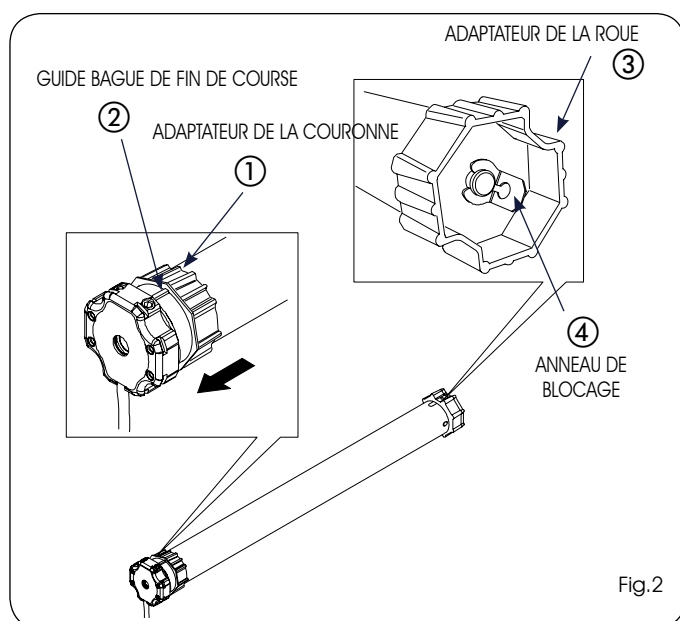

Fig.2
1) Insérer l'adaptateur de la couronne (Fig.2 réf.①) dans le moteur tubulaire, jusqu'à ce que celui-ci se trouve complètement à l'intérieur du guide de la bague de fin de course (Fig.2 réf. ②)
2) Introduire l'adaptateur de la roue dans l'arbre du moteur (Fig.2 réf. ③) et le bloquer avec l'anneau de retenue fourni. (Fig.2 réf. ④).